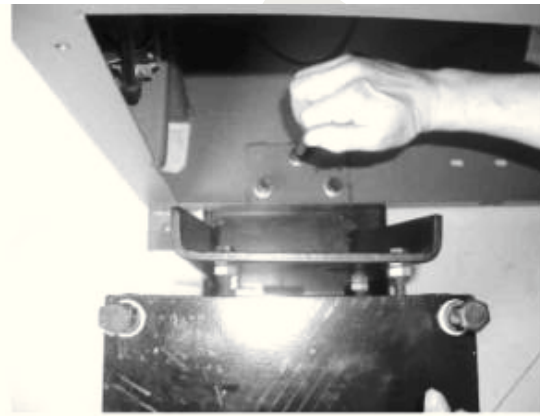

рис.30
6.1.3 Протолкните платформу опорной плиты основания в сборе в корпус через опорную плиту на левой задней стороне корпуса. Выровняйте резьбовое отверстие и армированное отверстие, для закрепления используйте болт и шайбу. (Рис. 30).